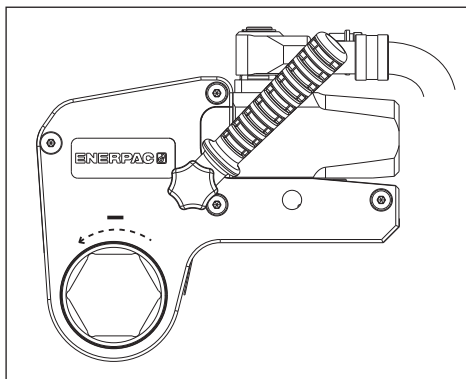

Рис. 11
4.3.3 Отворачивание гаек и болтов (рис. 11 и 12)
- Расположите упорный элемент (18) у подходящей опорной точки (19). Опорная точка будет уравнивать силу, возникающую при работе инструмента.